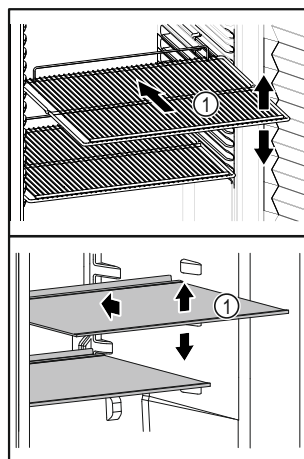

Fig. 66 Voorbeeld
- ❑ Als draagplateaus Fig. 66 (1) verstelbaar zijn, kunnen deze in de hoogte worden aangepast.